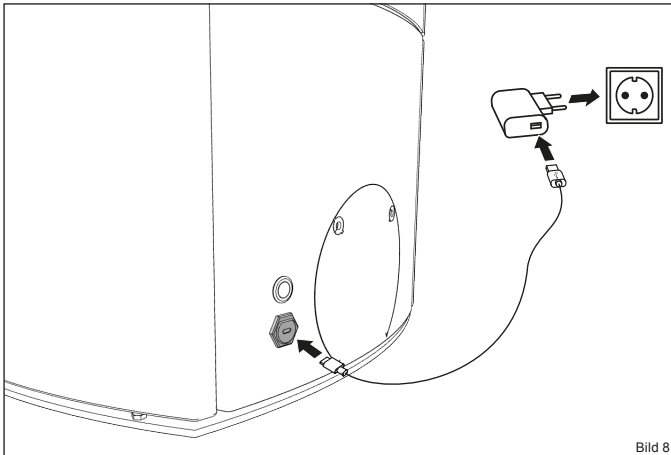

Bild 8
- ▶ **Verbinden Sie das USB-C Kabel mit dem Anschluss am Ofen und dem Netzstecker (Bild 8).**
- ▶ **Verbinden Sie den Netzstecker mit dem Stromnetz (Bild 8).**